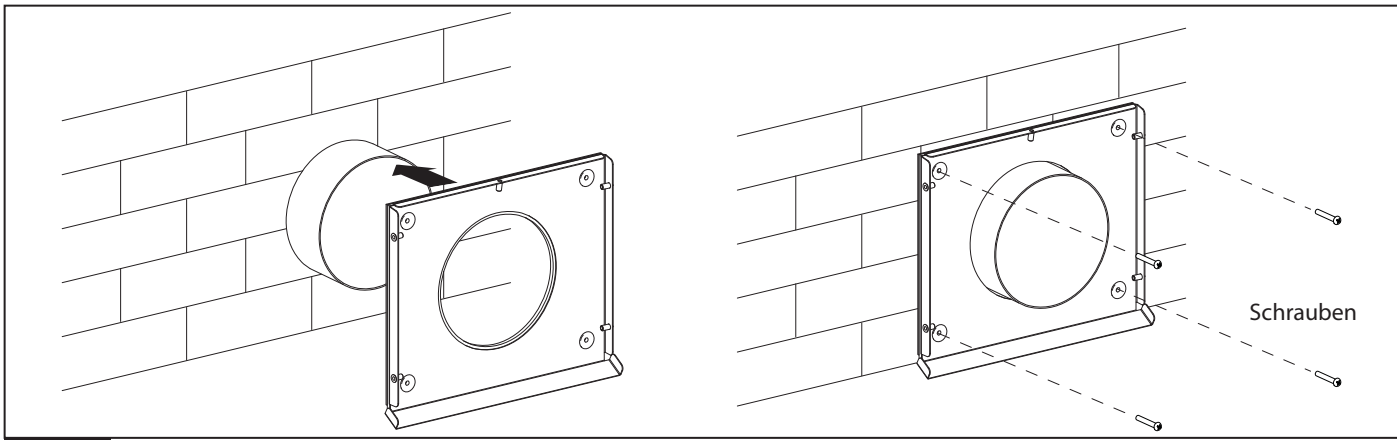

Abb. 14b.
- Abb. 14b für VENTO Expert A50-1 S Pro. Befestigen Sie die Rückseite der Lüftungshaube an der Wand mit den mitgelieferten Schrauben 4x40.